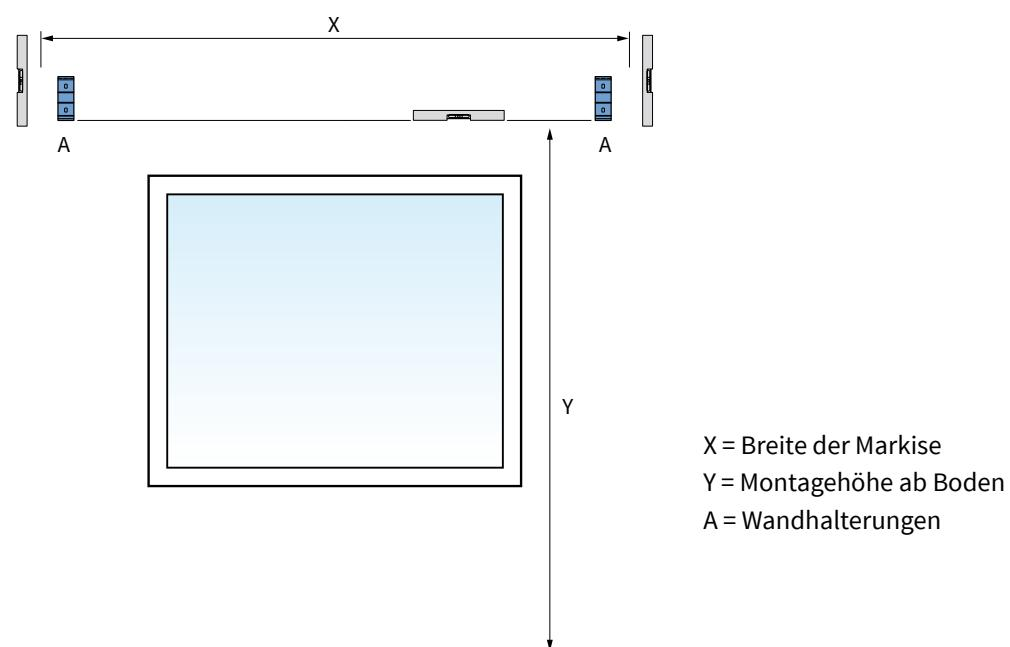

Abb. 1.2 Anbringung der Wandhalterungen
Zeichnen Sie die Bohrlöcher der Wandhalterungen (A) an der Wand an. Diese müssen waagerecht und senkrecht wasserwaagengenau ausgerichtet werden. Siehe Abbildung 1.2.